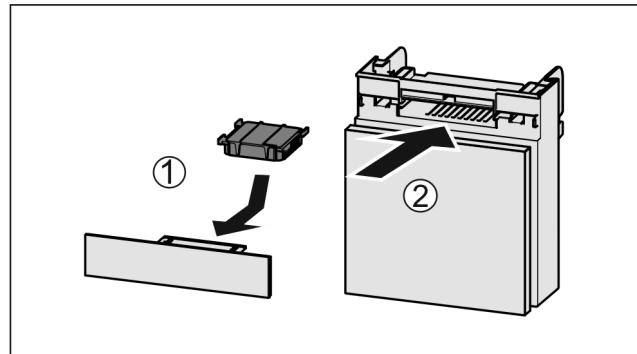

Fig. 129
- Вставити фільтр з активованого вугілля за малюнком Fig. 129 (1).
- Вставити відділення Fig. 129 (2).